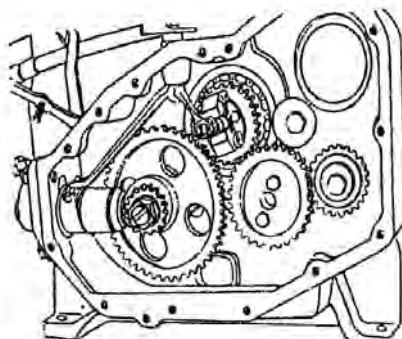

рис. 6
2. При установке коленчатого вала, маховикового уравновешивающего механизма и распределительного вала на блок цилиндра, абсолютно необходимо, чтобы метки на всех шестернях были совмещены друг с другом, как показано на Рис. 6.